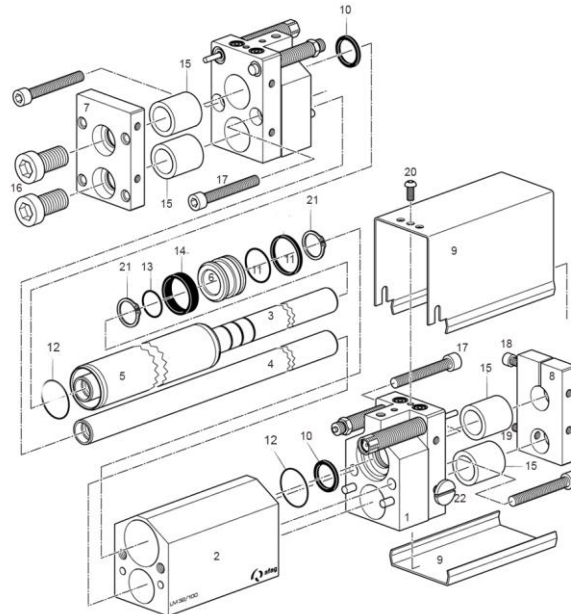

Abb. 24 Austausch der Verschleissteile - LM 32
1. Schrauben (Abb. 24, 20) lösen, Schutzanschluss wegnehmen.
2. Schrauben (Abb. 24, 17) am Zwischenteil (Abb. 24, 1) vorne und hinten lösen und wegnehmen.
3. Schrauben (Abb. 24, 18 / 19) lösen.
6. Zylinderrohr von der Kolbenstange (Abb. 24, 3) wegnehmen.
7. Sicherungsringe (Abb. 24, 21) auf der Kolbenstange wegnehmen.
9. Platte vorne (Abb. 24, 7) mit dem Kolben (Abb. 24, 3) und Führungsstange (Abb. 24, 4) aus dem Führungsblock (Abb. 24, 1) ausfahren.
10. Führungsblock von der Führungs- (Abb. 24, 4) und Kolbenstange (Abb. 24, 3) abschieben.
11. Verschleissteile am Kolben (Abb. 24, 6) wegnehmen.
12. O-Ringe und Stangendichtung (Abb. 24, 10) in den Führungsblöcken (Abb. 24, 1) entfernen.
13. O-Ringe (Abb. 24, 12) aus den Führungsblöcken (Abb. 24, 1) entfernen.
1. Führungsring (Abb. 24, 14) für Kolben (Abb. 24, 6) mit dem Seitenschneider um 1 mm kürzen.
2. Führungsring (Abb. 24, 14) auf den Kolben (Abb. 24, 6) vorsichtig montieren
3. O-Ring + Kolbendichtung (Abb. 24, 11) vorsichtig auf Kolben (Abb. 24, 6) aufschieben! (Dichtung nicht verletzen)!
4. Linearkugellager (Abb. 24, 15) einfetten (Blasolube 301) und vorsichtig in die beiden Führungsblöcke (Abb. 24, 1) einpressen (vorne bündig)!
- Dichtlippen der Linearkugellager (Abb. 24, 15) müssen nach aussen zeigen.
5. Stangendichtung + O-Ring (Abb. 24, 10) an beiden Führungsblöcken vorsichtig in die Nuten der Kolbenstangendichtungen einsetzen.
6. O-Ring (Abb. 24, 12) in die beiden Führungsblöcke (1) vorsichtig einsetzen!
1. Der vordere Führungsblock (Abb. 24, 1) auf die Kolben- und Führungsstange (Abb. 24, 3+4) aufschieben.
3. Kolben (Abb. 24, 6) mit der schwarzen Kolbendichtung nach vorne auf die Kolbenstange (Abb. 24, 3) bis an den Sicherungsring aufschieben.
4. Mit zweitem Sicherungsring den Kolben (Abb. 24, 6) sichern.
5. Kolben (Abb. 24, 6) und Zylinderrohr (Abb. 24, 5) innen mit Blasolube 301 einfetten und über den Kolben schieben.
6. Zwischenteil (Abb. 24, 2) über das Zylinderrohr (Abb. 24, 5) aufschieben.
7. Führungsblock (Abb. 24, 1) über die Kolben- (Abb. 24, 3) und Führungsstange (Abb. 24, 4) aufschieben
8. Platte hinten (Abb. 24, 8) über die Kolben- (Abb. 24, 3) und Führungsstange (Abb. 24, 4) aufsetzen.
9. Schraube (Abb. 24, 18) und Gewindestift (Abb. 24, 19) an der Platte hinten (Abb. 24, 8) festziehen.
10. Schrauben (Abb. 24, 17) an den beiden Führungsblöcken (Abb. 24, 1) einsetzen und festziehen.
- Kolben- (Abb. 24, 3) und Führungsstange (Abb. 24, 4) sollten ohne grossen Widerstand verschiebbar sein.
- Die Führungsstangen (Abb. 24, 3 + 4) müssen sich mit gleichem Widerstand im Grundkörper (Abb. 24, 2) verschieben lassen.